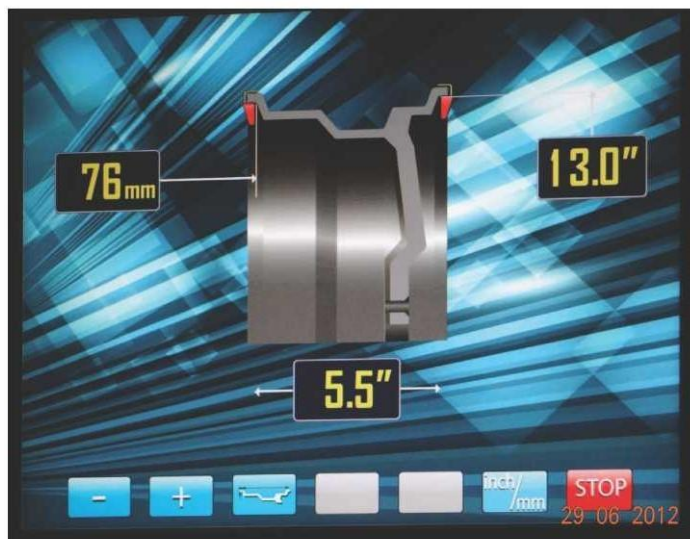

рис.10.2.
При включении питания СБ автоматически устанавливаются исходные параметры « $d$ » и « $b$ », записанные в памяти СБ, которые можно проконтролировать, нажимая кнопку  $A$ ,  $d$ ,  $b$  кнопка 3 на рис.10.2.
диска (см. рис. 10.1) и удерживать штангу в этом положении до появления звукового сигнала, после чего возвратить штангу в исходное положение. При этом экран основного рабочего режима сменится на экран ввода геометрических параметров колеса рис.10.2.
В этом режиме функционируют кнопки «-» и «+» для ввода ширины диска, а также для коррекции диаметра диска и дистанции от корпуса СБ до колеса, если требуется их ручная коррекция. Переключение кнопок «-» и «+» для коррекции диаметра и дистанции осуществляется кнопкой A, d, b (кнопка 3 рис.10.2), при этом корректируемая величина выделяется красным цветом, кроме того кнопка A, d, b позволяет перейти к экрану ввода геометрических параметров из экрана основного рабочего режима.
11.2.1. Введите геометрические параметры колеса как описано в п. 10.2 или 10.4. На экране ввода геометрических параметров отображается стандартная балансировка грузами на пружинках рис.10.2 или 10. 4.